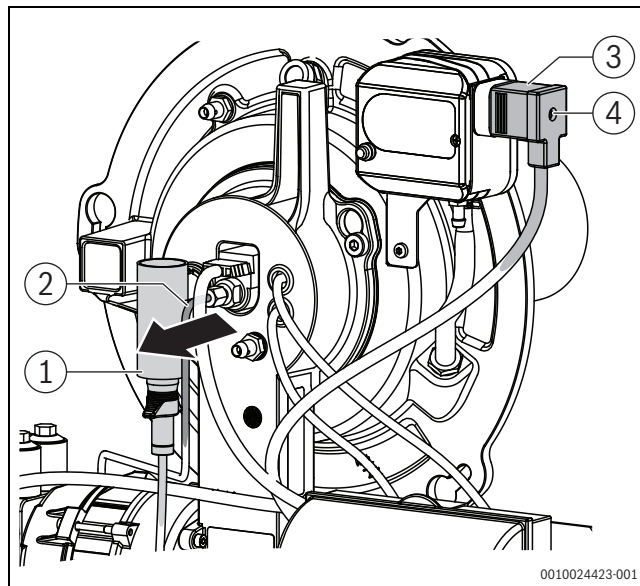

Bild 67 Ölleitung herausziehen
- Ölleitung (→Bild 67) um ca. 5 mm herausziehen und zurück federn lassen.
- ▶ Anschlussstecker des Druckwächters aufstecken und mit Sicherungsschraube sichern (→Bild 67)
- ▶ Sicherungsschraube am Anschlussstecker des Druckwächters lösen und Anschlussstecker abziehen (→Bild 67).